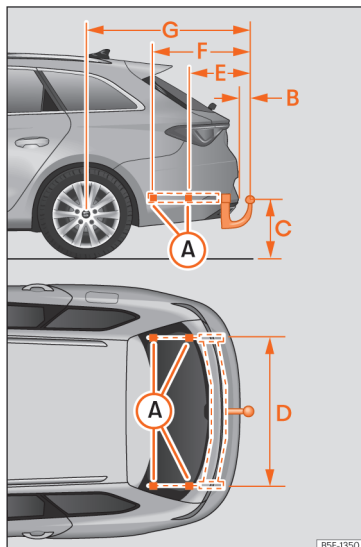

Abb. 200 Maße und Befestigungspunkte für den nachträglichen Einbau einer Anhangervorrichtung
Das Mittelmaß des Kugelkopfes und der Fahrbahn » » [Abb. 200] (C) darf den angegebenen Wert nicht unterschreiten. Dies gilt auch für ein vollbeladenes Fahrzeug, einschließlich der technisch maximal zulässigen Stützlast